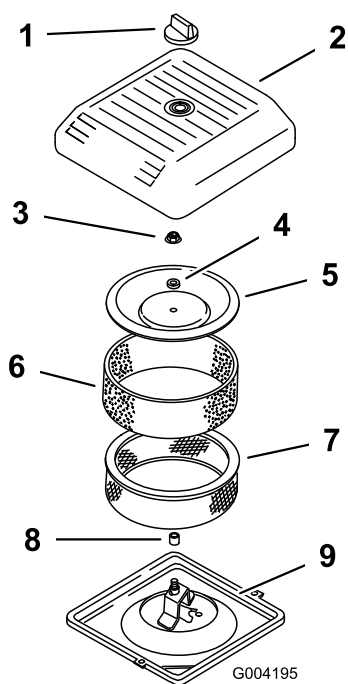

Figure 39
3. Dévissez le bouton et déposez le couvercle du filtre à air (Figure 39).
- Sortez délicatement le préfiltre en mousse de l'élément en papier (Figure 39).
- Dévissez l'écrou du couvercle et enlevez le couvercle, l'entretoise et l'élément en papier (Figure 39).
- Posez le filtre à air sur sa base (Figure 39).
- Posez le couvercle, l'entretoise et fixez-les avec l'écrou du couvercle (Figure 39). Serrez l'écrou à 11 N·m (95 po-lb).
- Remettez le couvercle du filtre à air et fixez-le à l'aide du bouton (Figure 39).